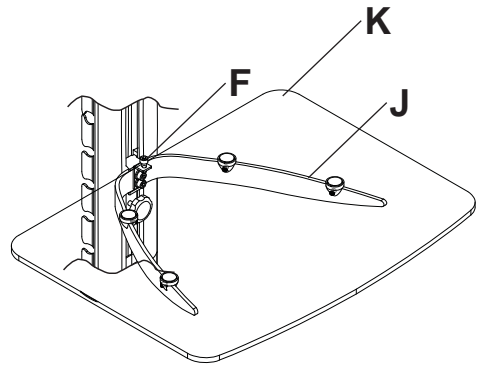

fig. 4.2
Place étagère en verre (K) sur le support de conservation (J) et fixer avec la vis M5 x 12mm (F) comme le montre la figure 4.2 en utilisant une clé hexagonale de 2,5 mm (N).